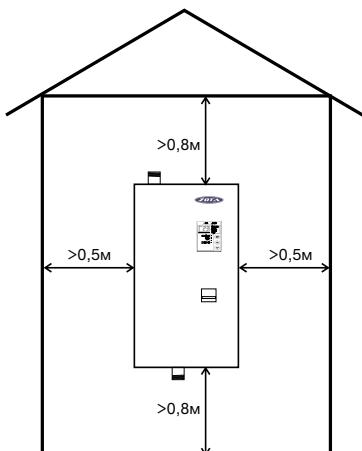

Рис.4 Схема установки электроводонагревателя
6.2 При монтаже электроводонагревателя необходимо выдерживать минимальные расстояния до стен, пола и потолка, указанных на Рис.4. Расстояние необходимо соблюдать для удобства эксплуатации и сервисного обслуживания. Запрещается помещать электроводонагреватель в ниши, загораживающие крепежные элементы кожуха и препятствующие естественной вентиляции изделия. Электроводонагреватель должен размещаться на негорючем основании, использование дерева и пластмассы недопустимо.